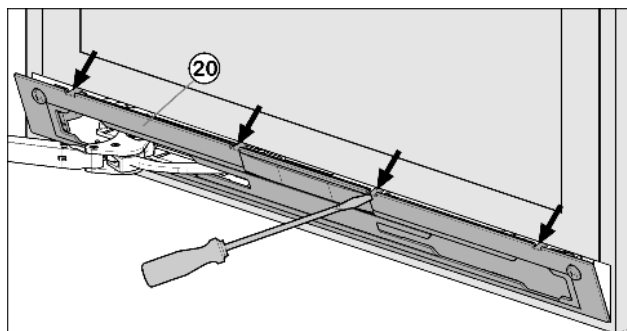

Fig. 9
- Déclipser le panneau Fig. 9 (20) à l'aide d'un tournevis à fente, puis le retirer.